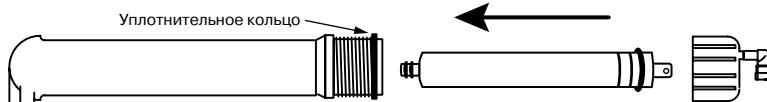

Рис. 13
4. Достаньте мембранны из пластикового пакета и установите ее в колбу (направление установки: двумя резиновыми кольцами — внутрь колбы, см. **рис. 13**), предварительно смазав резиновые уплотнения мембранны тонким слоем силиконовой смазки.